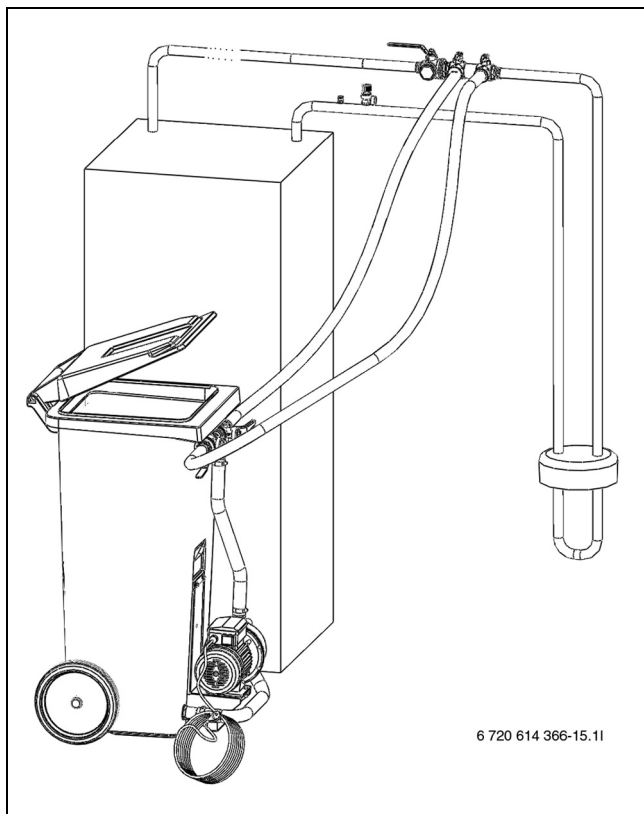

Bild 24 Fyllning med påfyllningsstation
- Anslut två slangar från påfyllningsstationen till påfyllnadssatsen (→ Bild 24).